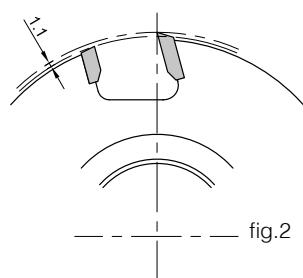

fig.2
- 1.4. Round form tool, with maximum way out for the cutting edge of 3 mm (fig.2).
- 1.4. De forme ronde du corps, avec un dépassement d'arête inférieur à 3 mm (fig.2).